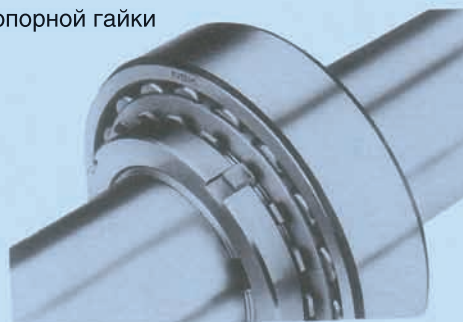

Рис. 2.7 Загибание усов стопорной шайбы
3. Чтобы застопорить стопорную гайку, совместите один из усов стопорной шайбы с пазом на периферии стопорной гайки, затем загните ус в паз. **(Рис. 2.7)**